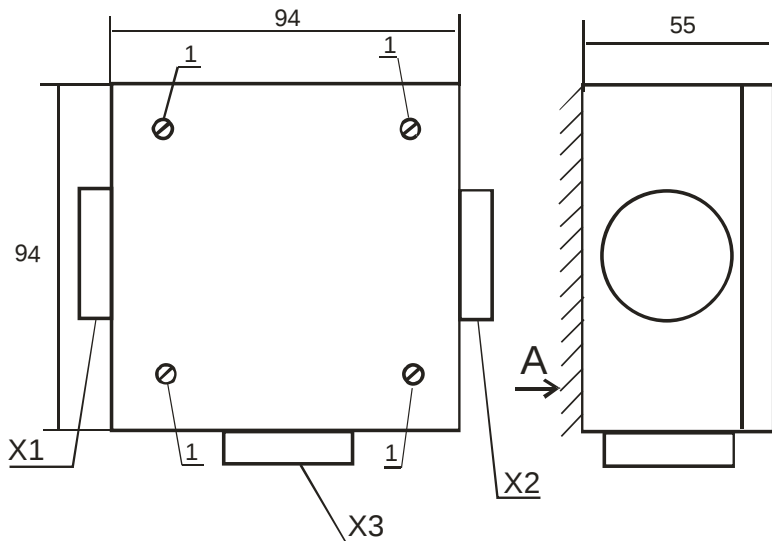

РИС. 2
Соединение БГЕ с блоком БС газоанализатора осуществляется кабелем связи по линии RS-485, подключаемым через кабельный ввод 1 (рис. 1). Блок питания БГЕ подключается через кабельный ввод 2 (рис. 1). Схема подключения блоков сигнализации газоанализаторов к БГЕ приведена на рис. 2.
Рис. 2. Схема подключения блоков БС газоанализаторов к БГЕ по интерфейсу RS-485; X1 – кабельный ввод 1 на рис. 1). X2 – кабельный ввод интерфейса RS-485 (кабельный ввод 2 на рис. 1).
3.2. Соедините блоки концентраторов газоанализаторов с блоком БГЕ согласно рис. 2.